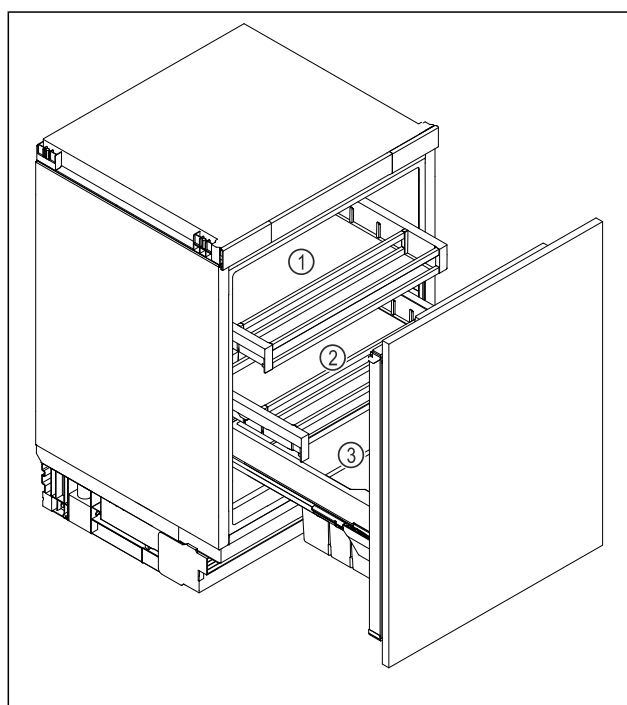

Fig. 6 Ilustrační zobrazení
- Horní zásuvka Fig. 6 (1): Máslo, sýry, konzervy a tuby.
- Spodní zásuvka Fig. 6 (2): Skladujte potraviny, které se snadno kazí, jako hotová jídla, ryby, maso a uzeniny.
- Zásuvka na ovoce a zeleninu Fig. 6 (3): Skladujte zabalené ovoce a zeleninu.
- Příhrádka na nápoje Fig. 6 (3): Skladujte jednotlivé láhve.